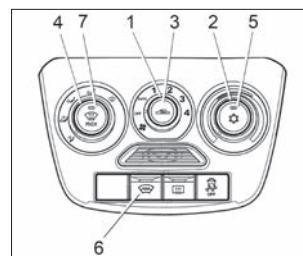

Рис. 39. Блок управления климатической системой (в варианном исполнении)
В варианном исполнении (см. рис. 39) климатическая установка имеет дополнительный режим кондиционирования, обеспечивающий охлаждение воздуха, подаваемого в салон автомобиля. При этом логика и алгоритмы управления, описанные выше для системы вентиляции и отопления, верны и для климатической установки с кондиционером.
2. Включите вентилятор, установив **рукоятку 1** (см. рис. 39) в одно из положений «1», «2», «3» или «4».
Для установки желаемой температуры воздуха в салоне поверните **рукоятку 2** (см. рис. 39) по часовой стрелке для повышения, против часовой стрелки для понижения. Температура будет поддерживаться автоматически в пределах производительности климатической установки и установленного допуска.
2. Поверните **рукоятку 2** (см. рис. 39 против часовой стрелки в левое положение до упора (синяя точка на блоке управления)).
4. **Рукояткой 1** (см. рис. 39) включите максимальную скорость вентилятора климатической установки (положение «4»).
С помощью **рукоятки 2** (см. рис. 39) можно установить желаемую температуру воздуха в салоне. Климатическая система будет автоматически поддерживать установленную температуру воздуха в салоне в пределах производительности климатической установки и установленного допуска.
Для очистки ветрового и передних боковых стекол от запотевания, обмерзания или наружного обледенения в автоматическом режиме установите **рукоятку 1** управления вентилятором климатической системы в положение «AUTO», нажмите **кнопку 7** (см. рис. 39) с символом . Климатическая система автоматически:
Для включения/выключения ЭОВС нажмите **кнопку 6** (см. рис. 39), при включении загорается индикатор на кнопке выключателя. Контрольный световой индикатор, расположенный на кнопке выключателя, будет светиться желтым светом в течение всего времени работы системы электро-